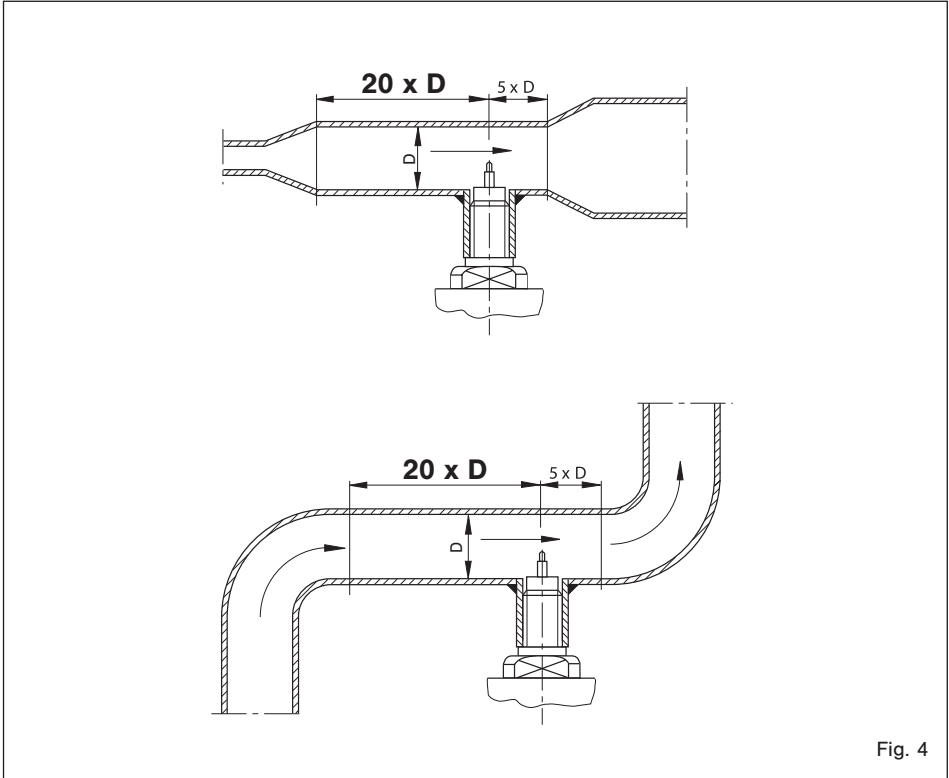

Fig. 4
- Um Strömungsturbulenzen an den Messführlern zu vermeiden, den Strömungsmesser nur in gerade Rohrleitungen einbauen. Auf ausreichenden Abstand zu Querschnittsänderungen, Rohrkrümmungen und Ventilen/Schiebern achten (siehe Fig. 4).
- The flow meter should be installed only in a straight section of piping. To avoid any effects of turbulence there should be a specific distance before and a specific distance after the flow meter before or after any bends, valves and changes in pipe diameter (see fig. 4).